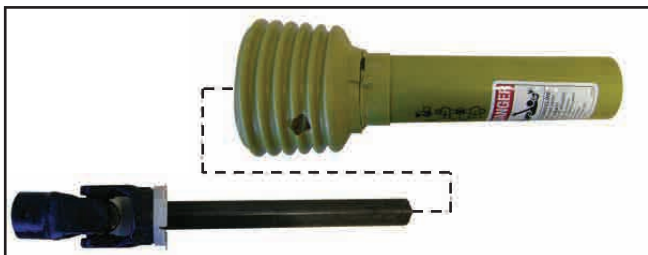

Figura 43
b) Remonte as partes do cardan e recoloque a capa do tubo, figura 43. Depois de encaixado a capa gire para travar.